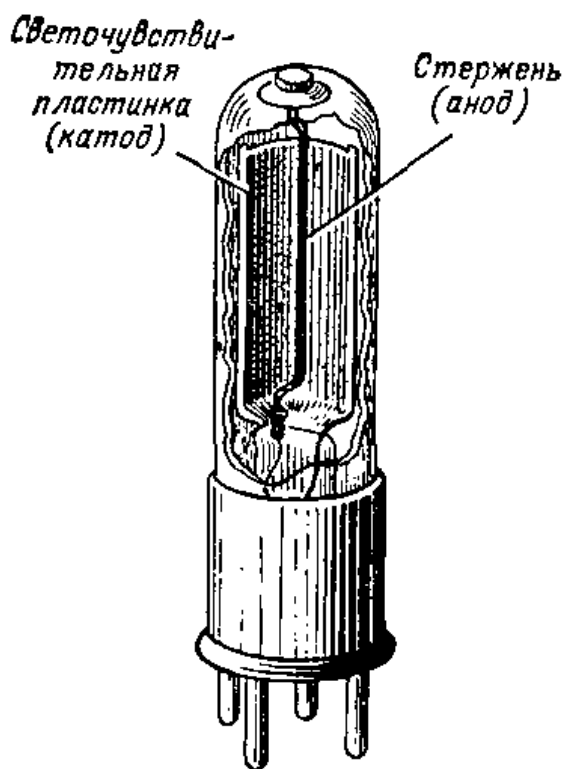

Рис. III.38. Фотоэлектрический элемент (фотоэлемент).
**Фотоэлектрический прибор.** Некоторые материалы, такие, как калий, натрий и цезий, под действием света испускают небольшое количество электронов. Материалы, обладающие таким свойством, называют фоточувствительными и используют в фотоэлектрических элементах. Фотоэлектрический элемент (рис. III.38) содержит изогнутую пластинку, покрытую фоточувствительным материалом (катод). Вблизи пластинки смонтирован металлический стержень (анод). И стержень, и пластинка помещены внутрь герметизированного стеклянного баллона. Когда пластинка освещается, из нее выделяются электроны. Так как электроны являются отрицательными частицами, то они устремляются к тому месту, где расположен положительный заряд. Если стержень при-